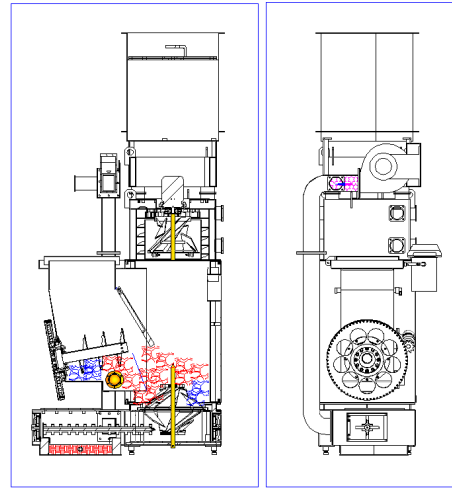

Рис.11
1. Перекрыть регулировочную заслонку в системе рециркуляции в положение «Вакуумирование загрузочной камеры» (рис.11)